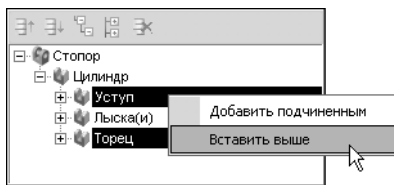

Рис. 4.4. Процедура перемещения КТЭ «Торец» в дереве
2. Не отпуская левой кнопки мыши, укажите КТЭ, выше которого будет новое положение элемента. Например, чтобы разместить КТЭ «Торец» выше КТЭ «Уступ» (рис. 4.4), необходимо указать курсором (не отпуская левой кнопки мыши) на элемент «Уступ» в дереве.
Для перемещения элемента в конец дерева выделите элемент и укажите курсором (не отпуская левой кнопки мыши) на элемент, которому подчинен перемещаемый элемент. Например, чтобы переместить КТЭ «Уступ» в конец дерева, выделите его и, не отпуская левую кнопку мыши, переместите его на элемент «Цилиндр» (иерархия элементов показана на рис. 4.4).